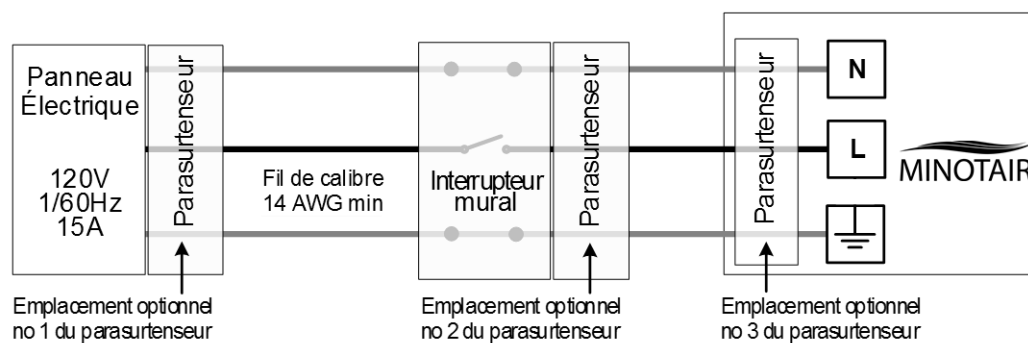

Figure 25 – Branchement de l'appareil.
- Un circuit de 120Vc.a. et 15A doit être utilisé et le branchement doit se faire par un électricien qualifié. Il est toujours de mise d'installer un interrupteur mural à proximité du MINOTAIR qui servira à couper son circuit d'alimentation pendant les activités d'entretien et de dépannage (Figure 25).